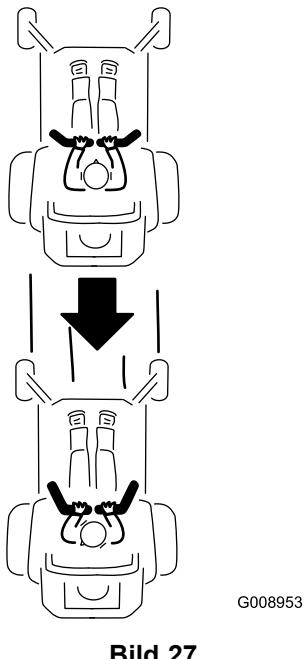

Bild 27
2. Ziehen Sie zum Rückwärtsfahren die Fahrantreibshebel langsam nach hinten (Bild 27).